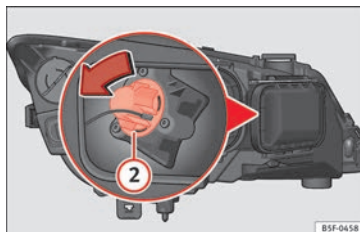

Fig. 107 Lámpara de luz intermitente.
- Gire el portalámparas » fig. 107 ② a la izquierda y tire.